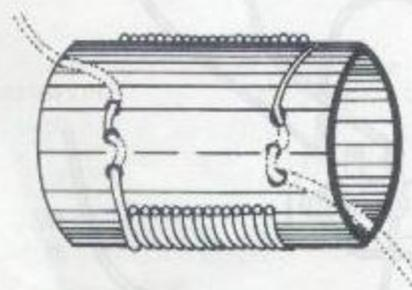

Fig. A39
Paso 2: Asegure un extremo del alambre en un sitio cercano al borde de la formaleta para la bobina y empiece a enrollar las vueltas o espiras de alambre de tal manera que queden muy juntas entre sí pero sin montarse una sobre otra. Cuando termine las 140 vueltas, asegure el terminal final como se muestra en la figura A39.